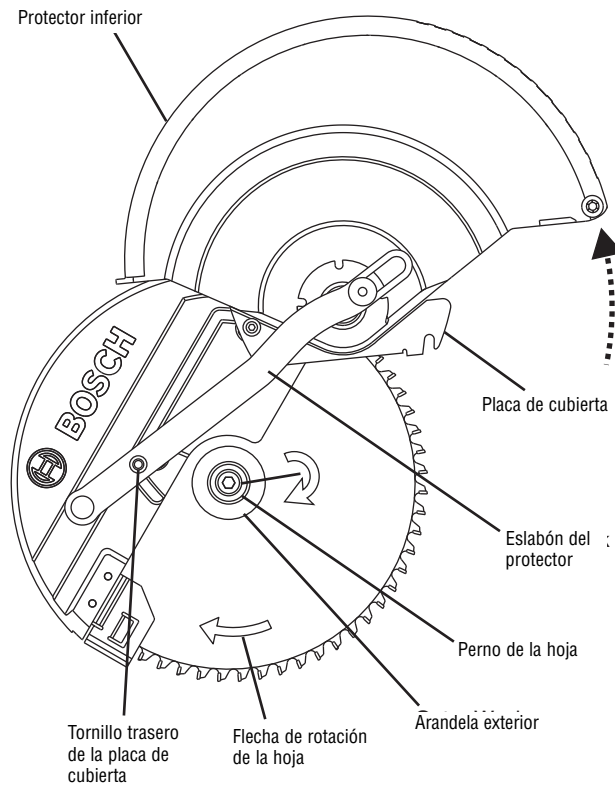

Figura 4
5. Deslice la placa de cubierta hacia abajo y hacia fuera del tornillo trasero. Rote la placa de cubierta y el protector inferior en sentido contrario al de las agujas del reloj alrededor del tornillo delantero. Mientras sujeta el protector inferior hacia arriba contra el protector superior, mueva el eslabón para que su agujero redondo pueda ir sobre el tornillo trasero. Suéltelo y el ensamblaje del protector inferior quedará sujeto fuera del paso (vea la figura 4).